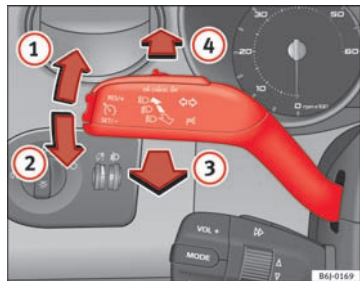

Fig. 60 Blink- og fjernlysarm
- Tryk armen helt op ⇒ Fig. 60 ① for at tænde **højre** blinklys, og tryk den helt ned ② for at tænde **venstre** blinklys.
- Drej lyskontakten til positionen ③.
- Tryk armen fremad ⇒ Fig. 60 ④ for at tænde fjernlyset.